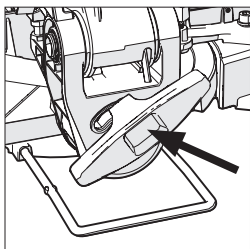

Abb. 22
- Lösen Sie die Verriegelungsschraube der Schräge. (Abb. 22)